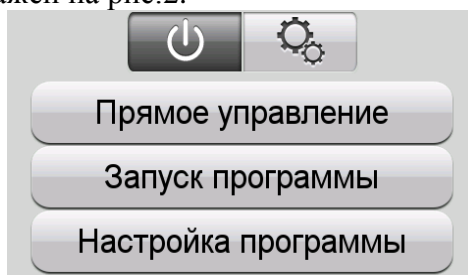

Рисунок 1. Экран панели управления сразу после включения
8.1 Если нет соединительного кабеля, подготовьте его необходимой длины. Выполните монтаж разъемов на концах кабеля в соответствии с приведенной схемой распайки, приведенной на рис.1.